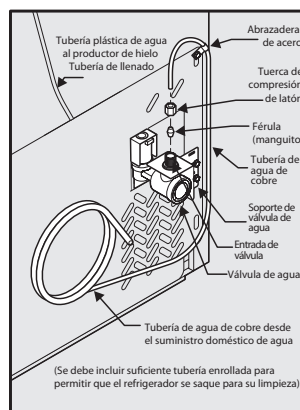
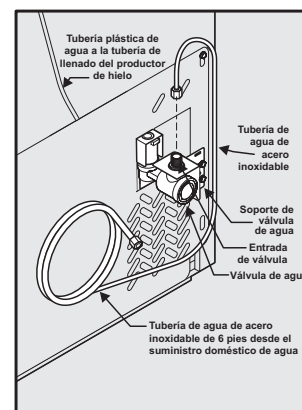

Figura 1
Figura 2
4. **Si usa tuberías de cobre:** Deslice la tuerca de compresión de latón, y luego la férula (manguito) en la tubería de suministro de agua. Empuje la tubería de suministro de agua hacia dentro de la entrada de la válvula de agua lo más posible (¼ de pulgada o 6,4 mm). Deslice la férula (manguito) en la entrada de la válvula y apriete manualmente la tuerca de compresión en la válvula. Apriete otra media vuelta con una llave; NO apriete en exceso. Vea la Figura 1. **Si usa tuberías de acero inoxidable:** La tuerca y la férula ya están armadas en la tubería. Deslice la tuerca de compresión hacia dentro de la entrada de la válvula y apriete manualmente la tuerca de compresión sobre la válvula. Apriete otra media vuelta con una llave; NO apriete en exceso. Vea la Figura 2.